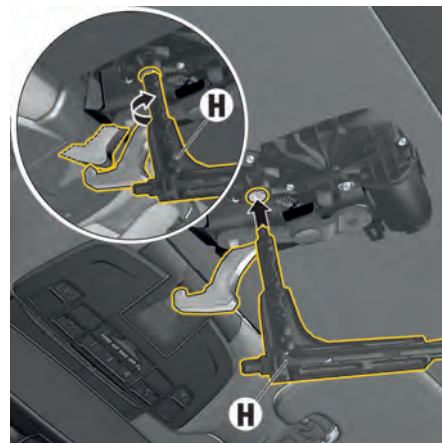

Fig. 42 : Verrouillage de la capote
6. Pour fermer complètement la capote, tournez la clé **H** en sens horaire jusqu'à ce que le crochet de verrouillage soit entièrement en prise dans le logement et que la capote soit complètement fermée (résistance perceptible à la rotation, fig. 42).